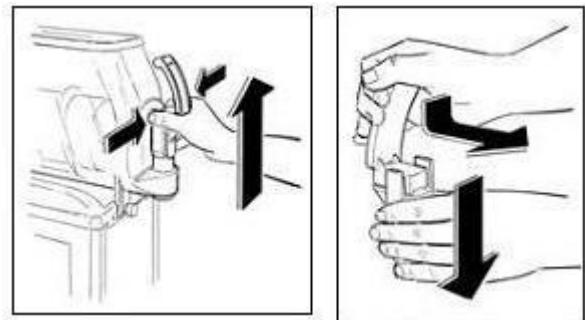

Abb. 15
- Nehmen Sie die sternförmige Garniertülle ab (Abb. 15).
- Drücken Sie gleichzeitig auf die zwei Verschlussklemmen am Ausgabelahn und ziehen Sie ihn nach oben aus seiner Aufnahme heraus (Abb. 15).
- Zerlegen Sie den Hahn in seine Bauteile. Drücken Sie hierzu den Körper nach unten und ziehen Sie den Hebel heraus (Abb. 15).